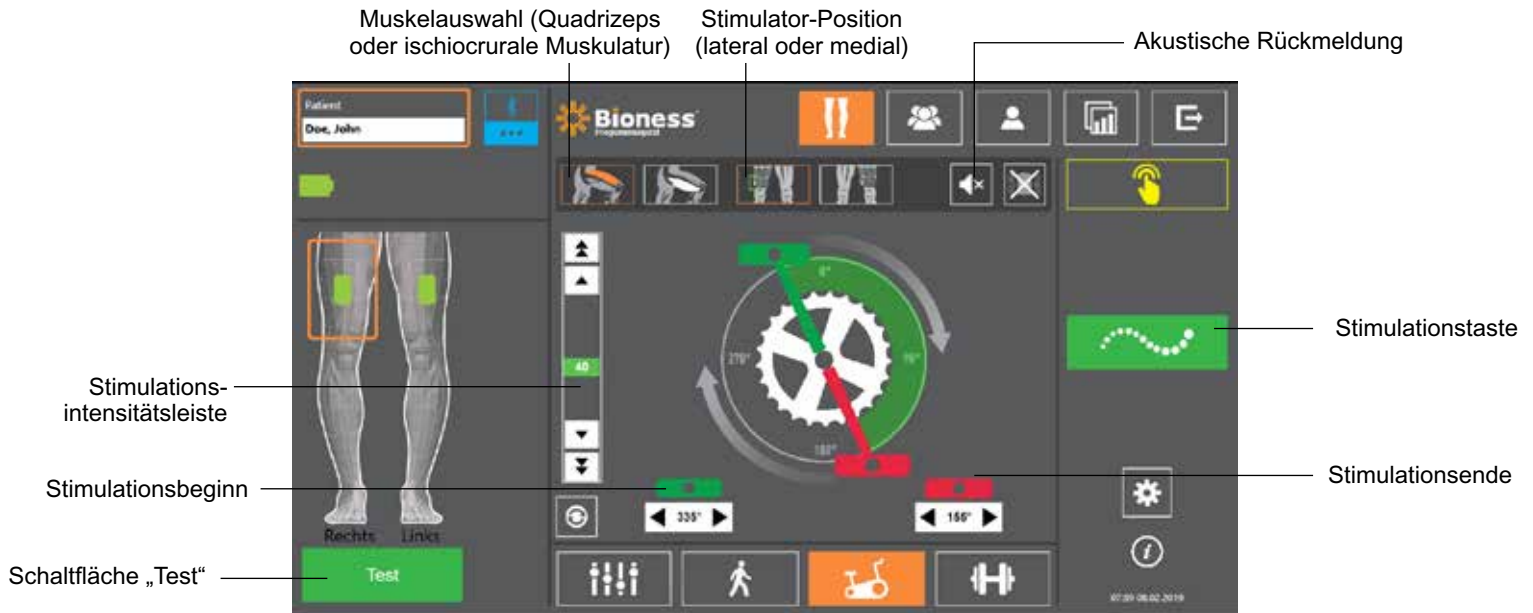

Abbildung 9-8: Stimulationsprogrammierung, Fahrradtrainingseinstellungs-Bildschirm
5. Drücken Sie auf das Fahrradtrainings-Bildschirmsymbol . Siehe Abbildung 9-8.
6. Wählen Sie bei Verwendung der Thigh Stand-Alone-Manschette die gewünschte Muskelgruppe (Quadrizeps oder ischiocrurale Muskulatur) aus, indem Sie auf die entsprechende Muskelauswahltaaste  drücken. Die Auswahl wird orange hervorgehoben. Siehe Abbildung 9-8.
7. Wählen Sie bei Verwendung der Thigh Stand-Alone-Manschette die tatsächliche Position (lateral oder medial) des Stimulators aus, indem Sie auf das Stimulator-Positionssymbol  drücken. Die Auswahl wird durch eine grüne Umrandung hervorgehoben. Siehe Abbildung 9-8.
8. Achten Sie bei neuen Patienten darauf, die Stimulationsintensität mithilfe der Pfeile in der Stimulationsintensitätsleiste auf 0 zu setzen. Siehe Abbildung 9-8.
9. Drücken Sie auf die Schaltfläche „Test“, um die Einstellung zu speichern und die Stimulation einzuschalten. Steigern Sie die Stimulationsintensität mithilfe der Pfeile an der Stimulationsintensitätsleiste schrittweise bis zur gewünschten Stufe. Siehe Abbildung 9-8.
15. Justieren Sie Stimulationsintensität, während der Patient Fahrrad fährt. Siehe Abbildung 9-8.
Hinweis: Die Aktivierung der akustischen Rückmeldungsanzeige kann bei der Optimierung der Einstellungen für Stimulationsbeginn und -ende hilfreich sein. Siehe Abbildung 9-8. Tasten Sie die Muskeln ab, um genauer zu bestimmen, wann es zur Muskelkontraktion kommt.